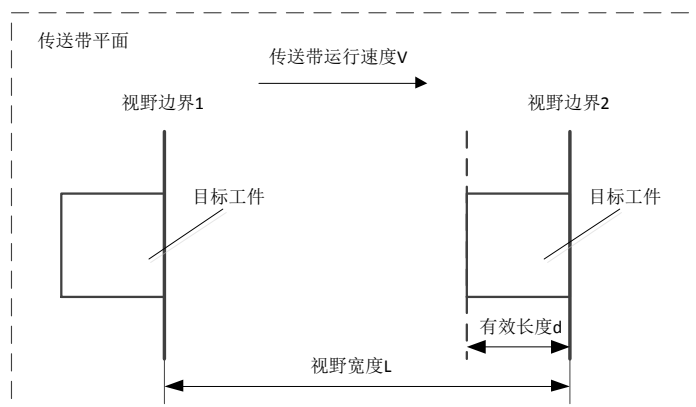

图 3-13
- 选择定时触发类型时，在确定触发时间  $T$  时，可以参考示意图 3-13 进行计算，此时已知相机的视野宽度  $L$ ，目标工件的有效长度  $d$ ，传送带运行速度  $v$ ，计算公式为  $T = \frac{L-d}{v}$ ，通过该公式可以获取触发时间  $T$  的参考值，在实际调试时需要根据现场情况对该值进行适当调节。